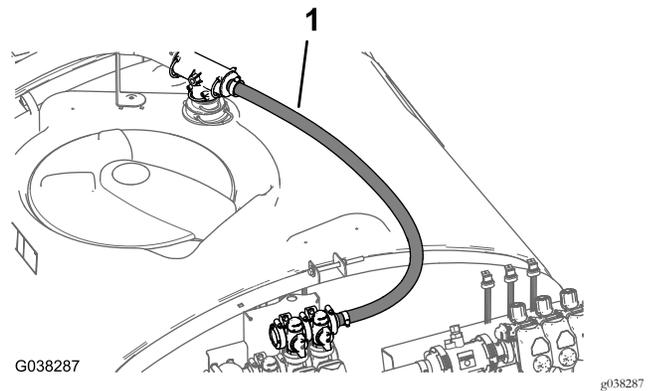

図 69
3. 図69のように、バイパスホースを、マスター散布バルブ上方にあるバイパスバルブに導く。
5. バーブ付きストレートフィッティングをバイパスバルブに固定する(図69)フランジクランプ4064mmを使用する。